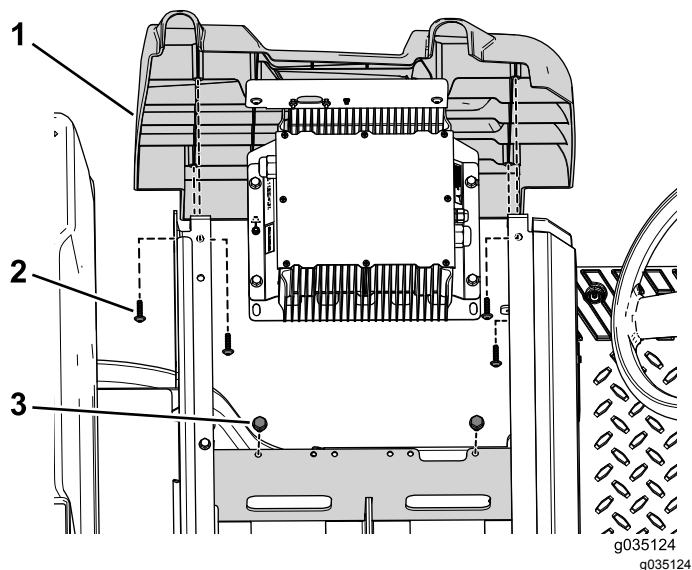

図 10
2. チャージャブラケットをバッテリートレイに固定しているボルト2本を外す 図 10。
3. 左側パネルを車両に固定しているタッピングねじ4本を外す 図 10。
1. 左側パネルを固定する先ほど取り外したタップねじ4本を使用する 図 10。
2. チャージャ用ブラケットをバッテリートレイに固定する先ほど取り外したボルト2本を使用する 図 10。